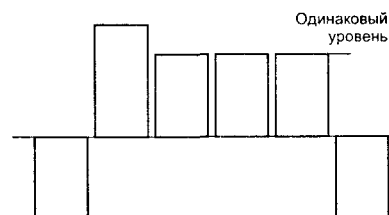

Рис. 6.6. Осциллограмма сигнала цветных полос
3. В сервисном режиме регулируют параметр SUBCOL (находится в меню SERVICE) и добиваются одинакового размаха голубого, пурпурного и синего видеосигналов (см. рис. 6.6).